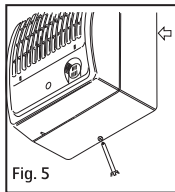

Fig. 5
3. Lossa fläkthuset från den bakre plåten genom att lossa skruven i botten, fig. 5.